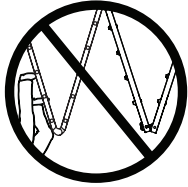
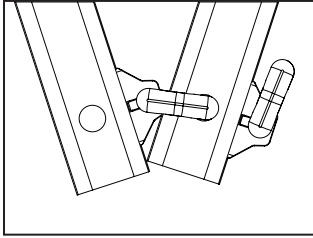

Figura 7
Figura 6
- 4) Baje la sección exterior de escalera con los sujetadores "J" desenganchados (véase la Figura 6) mientras se separan las dos secciones para formar el segundo caballete requerido para la posición de andamio. Véase la Figura 7.